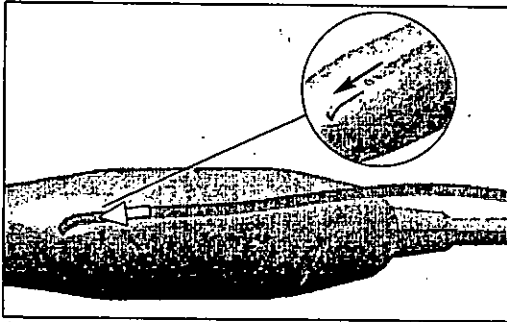

fig. 7
I. Conecte el tubo flexible de la línea de irrigación en el tubo de spray de la pieza de mano o del contra-ángulo fig. 7.